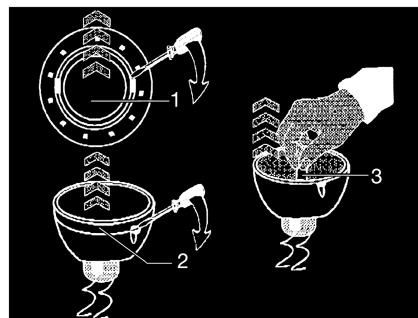

Fig. 174 Remplacer l'ampoule halogène
- Desserrer la bague de recouvrement intérieure (Fig. 174,1) du boîtier avec un tournevis.
- Défaire la bague de recouvrement avec le panneau en verre (Fig. 174,2) de la partie inférieure de la lampe halogène encastrée à l'aide d'un tournevis.
- Retirer l'ampoule halogène (Fig. 174,3).